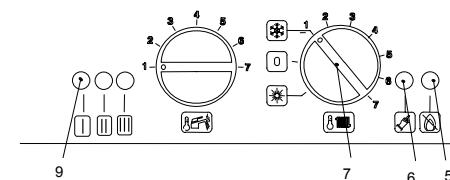

Fig. 6.3
To reset the boiler press and release the boiler reset button 6 (Fig. 6.3)
Чтобы перезапустить котел, нажмите и отпустите кнопку разблокировки 6 (рис.6.3)
- 2 Turn the function selector 7 as in Fig. 6.3. The appliance operation light 9 will flash every 2 seconds.
- 2 Переместите переключатель 7 в положение, как указано на рис. 6.3. Индикатор работы котла 9 будет мигать каждые 2 секунды.